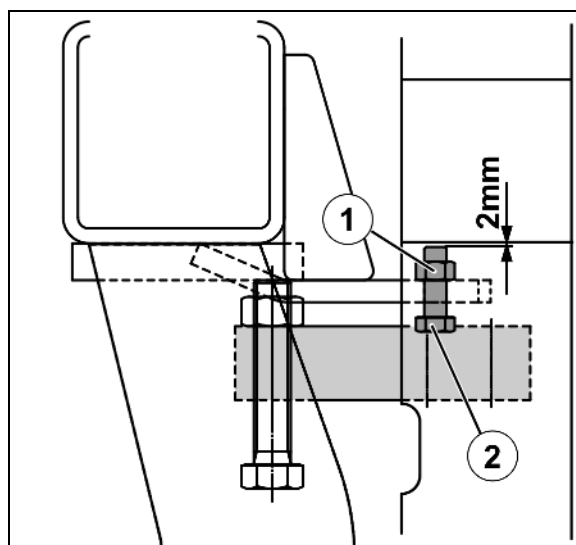

Fig. 56
Réglez les vis de butée maximale (Fig. 56/2) comme indiqué sur l'illustration, avec un jeu de 2 mm.
1. Desserrez le contre-écrou (Fig. 56/1)
2. Réglez les vis de butée maximale (Fig. 56/2)
3. Serrez à fond le contre-écrou (Fig. 56/1)